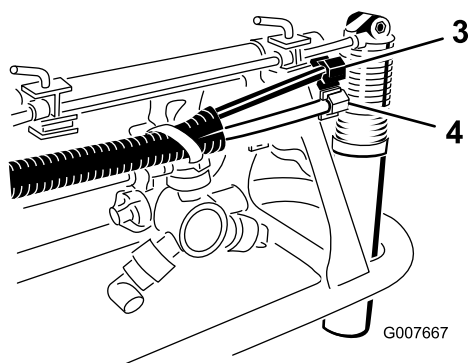

Figura 8
8. Localize os bicos de espuma nas peças soltas e instale um bico na barra de montagem como se mostra em (Figura 8).